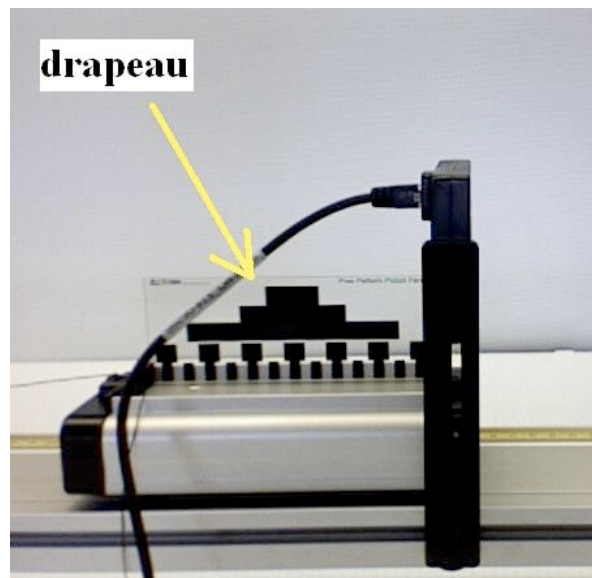

Figure 4. Drapeau: partie opaque qui bloquera le signal du photomètre pendant le passage du chariot.
2. Mesurez la longueur, δd , du “drapeau” avec l’erreur, $\Delta(\delta d)$, à la Figure 4. Il s’agit du petit rectangle opaque *supérieur* illustré ci-dessous. Cette quantité permettra de déterminer v_{exp} .